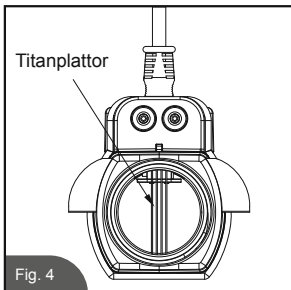

Fig. 4
4. Titta inuti elektrolyscellen om det har bildats avlagringar (ljusa skorliga eller fjälliga avlagringar). Om svaret är ja, gå till steg 5, annars går du till steg 6. (Se bild. 4)